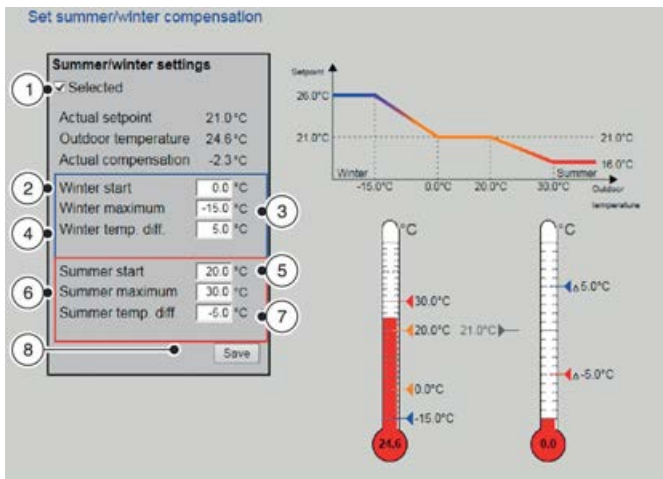

Fig. 31: Compensación de verano/invierno
La pantalla «Establecer compensación de verano/invierno» (Fig. 31) le permite establecer los valores de compensación de temperatura para verano e invierno.
2. ▶ Marque la casilla (Fig. 31 /1) para activar la compensación verano/invierno.
3. ▶ Introduzca la temperatura del aire exterior a la que se iniciará la compensación de invierno (Fig. 31 /2).
4. ▶ Introduzca la temperatura del aire exterior para la máxima compensación de invierno (Fig. 31 /3).
5. ▶ Ajuste la compensación máxima de invierno del valor de consigna (Fig. 31 /4).
6. ▶ Introduzca la temperatura del aire exterior a la que se iniciará la compensación de verano (Fig. 31 /5).
7. ▶ Introduzca la temperatura del aire exterior para la máxima compensación de verano (Fig. 31 /6).
8. ▶ Ajuste la compensación máxima de verano del valor de consigna (Fig. 31 /7).